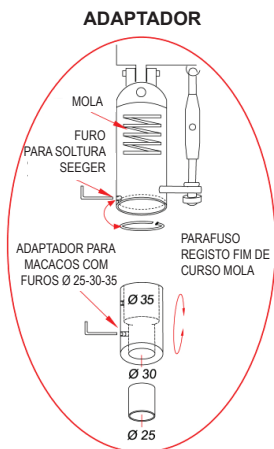

fig1
- Enfi o adaptador para macaco na haste \varnothing mm do mesmo e bloqueá-lo aparafusando o parafuso de cabeça hexagonal interna apropriado (fig1)